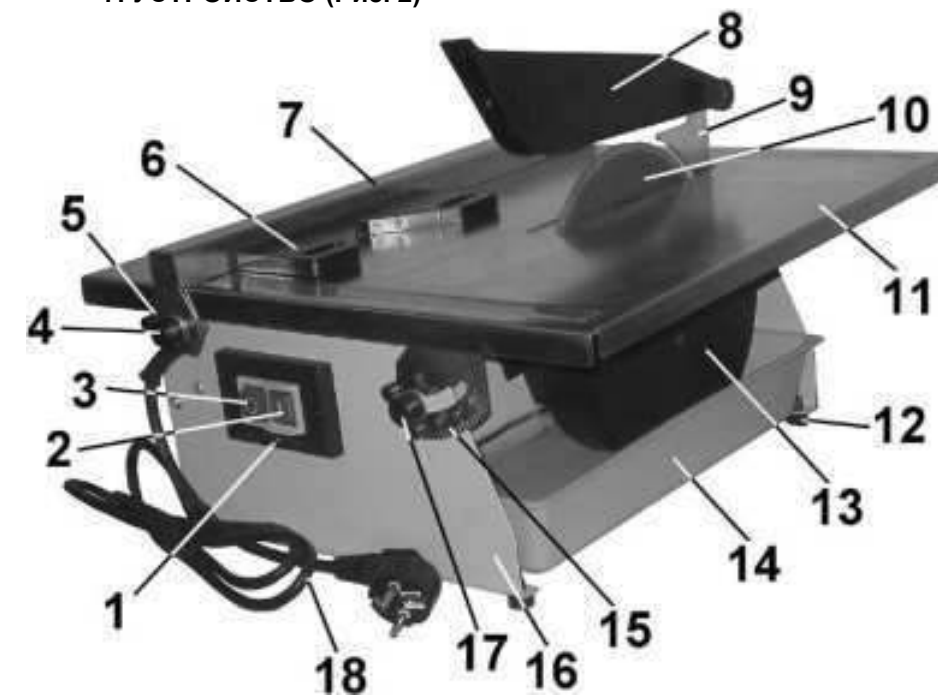

Рис. 2
7. УСТРОЙСТВО (Рис. 2)
Установите и через крепёжные отверстия основания (16), Рис.2, закрепите плиткорез на ровной прочной горизонтальной поверхности верстака, или в эти отверстия установите резиновые опоры (12).
9.2. Как показано на Рис.2; 3, между основанием (16) и защитным кожухом (13) установите поддон (14).
10.2.3. Проверьте положение расклинвателя (9) относительно отрезного диска (10), при необходимости установите расклинватель строго по линии реза (в створе) отрезного диска (10).
11. ОСНОВНЫЕ ОПЕРАЦИИ (Рис. 2)
Внимание: Перед установкой нового или долго хранившегося отрезного диска (10) проверьте плоскость режущей кромки относительно посадочного места диска. Не устанавливайте деформированные отрезные диски. Используйте отрезные диски (10), где толщина их режущей части не тоньше расклинвателя (9), Рис. 2.
12.4. Установка отрезного диска требует особого внимания и некоторых навыков. Шпindel (22) и внутренний фланец (24) изготовлены как отдельные детали, поэтому обратите внимание на установку деталей крепления отрезного диска (10) без перекосов. Если после установки отрезного диска (10) наблюдается биение режущей кромки более 0,2мм, повторяйте установку до устранения биения. Для этого проверните и установите без перекосов внутренний фланец (24). Отрезной диск (10) и внешний фланец (23) удерживайте без перекосов. Надёжно закрепите.